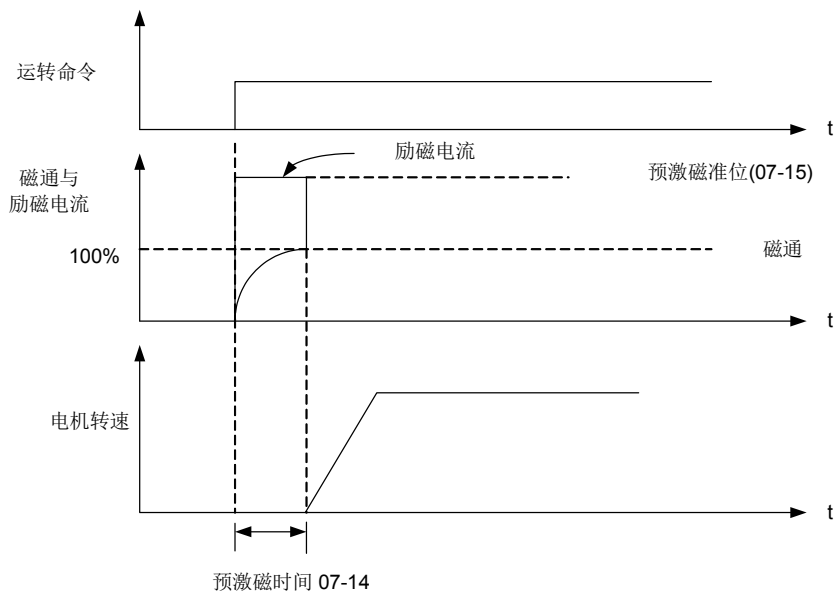

图4.3.59 预激磁操作
- 如图 4.3.59 所示，在磁通达到 100%后，设定预激磁时间。磁通建立所需时间为电机时间常数的函数值。